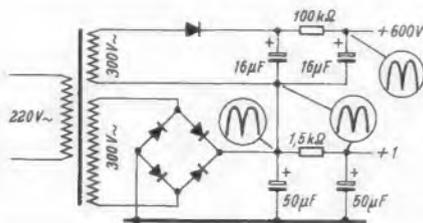

Bild 1. Originalschaltung; Anodenspannung + 600 V verbrummt, Oszillogramme mit einem zweiten Oszillografen gemessen
1. Mit dem Netzteil nach Bild 8, Seite 42 der FUNKSCHAU Heft 2/1959, bleibt am Ladekondensator von 50 μ F noch eine hohe Wechselspannung stehen, so daß die Hochspannung, deren Wicklung hier angeschlossen ist, völlig verbrummt wurde (Bild 1). Der Elektronenstrahl wurde zwei- bis dreimal nebeneinander geschrieben. Bemerkte sei, daß sämtliche Elektrolytkondensatoren in Ordnung waren.